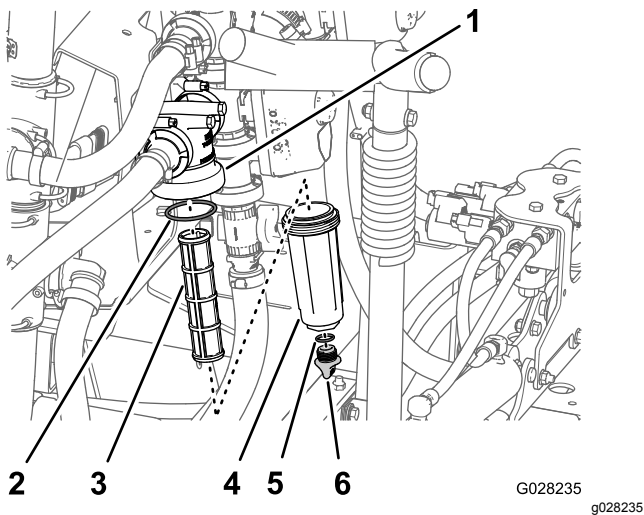

Bild 101
2. Stellen Sie eine Auffangwanne unter den Druckfilter (Bild 101).
3. Drehen Sie die Ablassschraube nach links und nehmen sie von der Glocke des Druckfilters ab (Bild 101).
4. Drehen Sie die Glocke nach links und nehmen sie vom Filterkopf ab (Bild 101).
5. Entfernen Sie den alten Druckfiltereinsatz (Bild 101).
6. Überprüfen Sie den O-Ring für die Ablassschraube (in der Glocke) und den O-Ring für die Glocke (im Filterkopf) auf Beschädigungen und Abnutzung (Bild 101).
7. Setzen Sie den neuen Druckfiltereinsatz in den Filterkopf ein (Bild 101).
8. Befestigen Sie die Glocke am Filterkopf und ziehen sie mit der Hand an (Bild 101).
9. Setzen Sie die Schraube in die Schale ein und ziehen Sie sie mit der Hand fest (Bild 101).